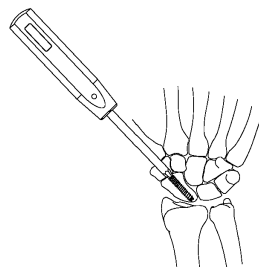

図1
1) 六角 2.0 ドライバーにてスクリューを抜去します。（図1）